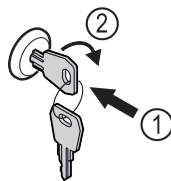

Fig. 178
- ▶ Zatlačte kľúč. Fig. 178 (1)
- ▶ Otočte kľúč o 90° v smere hodinových ručičiek. Fig. 178 (2)